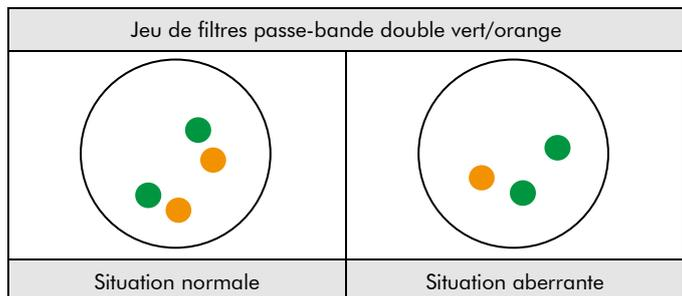

Fig. 2: Résultats attendus dans les noyaux en interphase normaux et présentant une aberration
**Situation normale :** Dans les interphases de cellules normales ou de cellules sans délétion impliquant le locus 19q13, deux signaux orange et deux signaux verts apparaissent (Voir figure 2).
**Situation aberrante :** Dans une cellule présentant une délétion affectant le locus 19q13, un nombre réduit de signaux orange sera observé. Les délétions n'affectant qu'une partie du locus 1p36 peuvent donner lieu à un schéma de signaux normal avec des signaux orange de taille réduite (Voir figure 2).